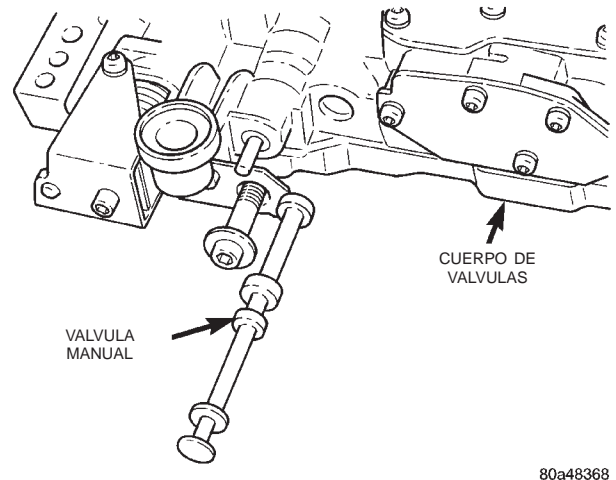

Fig. 65 Válvula manual
(41) Instale la válvula manual en el cuerpo de válvulas (Fig. 65).